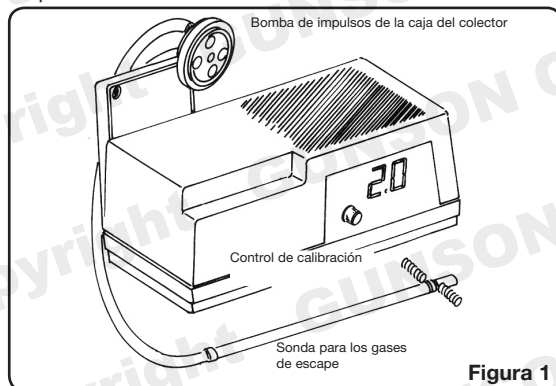

Figura 1
- Presione el tubo más corto en el puerto inferior de la bomba de impulsos/colector de agua como se muestra en los diagramas de la Figura 1 y 2. Se trata del puerto de drenaje automático de agua.